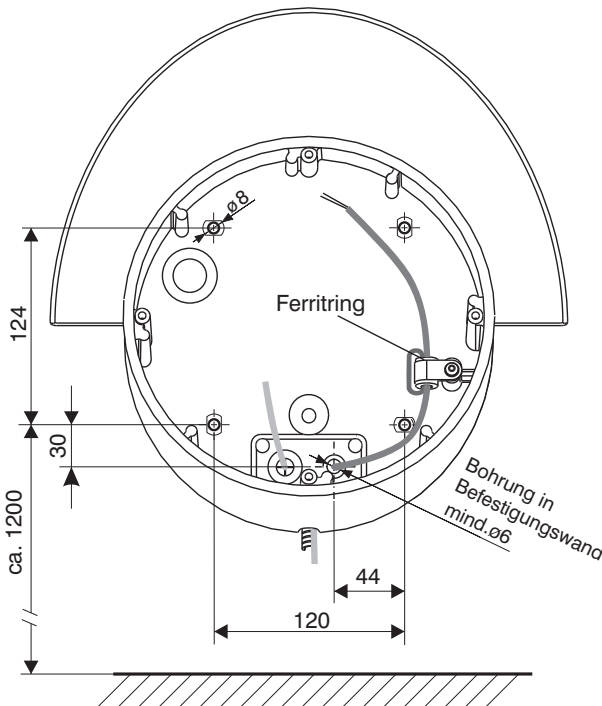

Bild 1
1. 4 Befestigungspunkte entsprechend Bild 1 oder nach mitgelieferter Bohrschablone (siehe Rückseite dieser Anleitung) an der Wand markieren
1. 4 Befestigungspunkte und Mittelpunkt der Bohrung für die rückseitige Kabeleinführung entsprechend Bild 1 oder nach Bohrschablone auf der letzten Seite dieser Inbetriebnahmeanleitung an der Wand markieren.